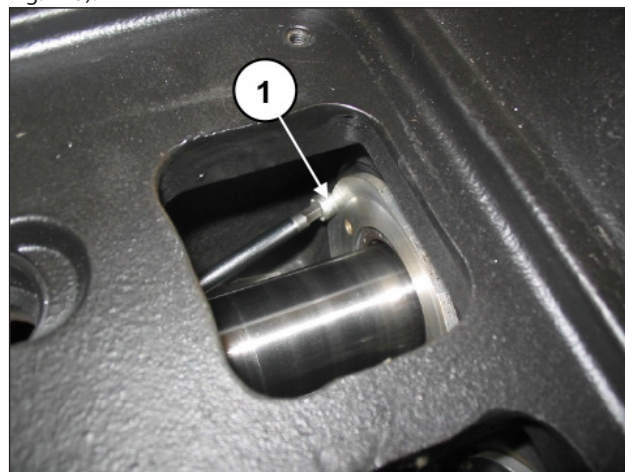

Fig. 113
Dévisser les deux vis de blocage du carter d'huile (rep. ①, Fig. 113).